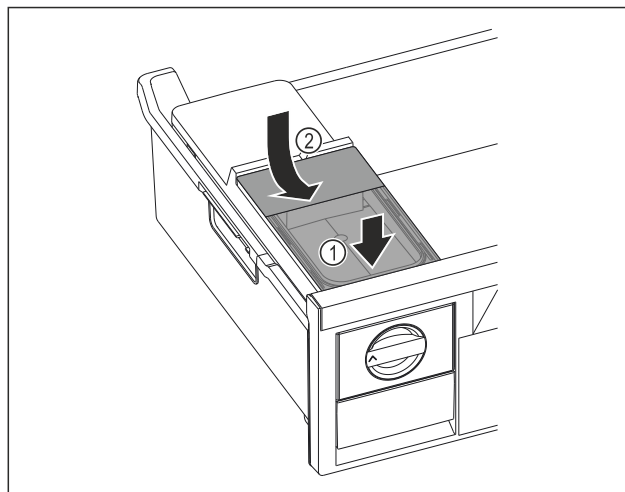

Fig. 214
- Nasadte vpředu nádržku na vodu. Fig. 214 (1)
- Spusťte nádržku na vodu vzadu dolů. Fig. 214 (2)